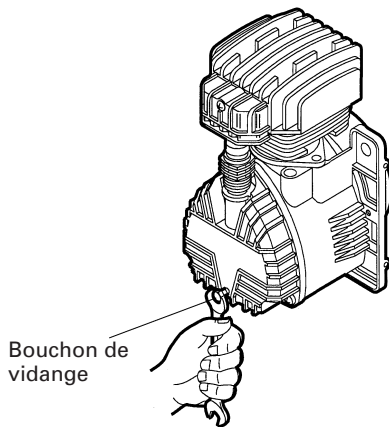

Fig. 10
- (1) Au plus tard après les 50 premières heures d'utilisation, effectuer un changement complet de l'huile de la pompe. Dévisser le bouchon de vidange du carter, vidanger complètement l'huile et remettre le bouchon en place (Voir Fig. 1 et Fig. 10).